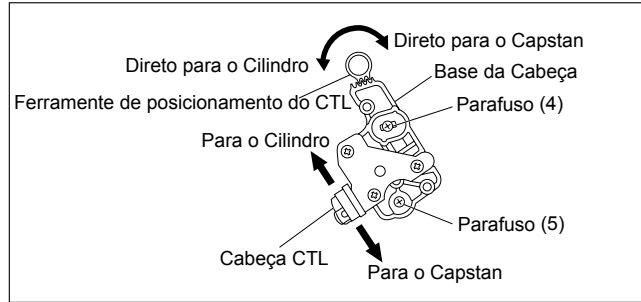

Fig. 2-3-3a
- (1) Reproduza a fita de alinhamento (A1).
- (2) Aplique o sinal de trigger externo a D.FF (E), e observe a forma de onda de FM em V.PB no ponto medida (D).
- (3) Coloque o Vídeo-cassete no modo tracking manual.
- (4) Solte os parafusos (4) e (5), então fixe a cabeça de CTL posicionando a parte mais interna projetada da cabeça de CTL
- (5) Cabeça de C. (Veja Fig.. 2-3-3a.)
- (6) Gire a ferramenta de posicionamento completamente no sentido do Capstan. Então retroceda gradualmente para o cilindro e pare na segunda posição de pico do nível de saída da forma de onda V.PB FM. Em seguida aperte os parafusos (4) e (5). Faça a operação de tracking e tenha certeza que a forma de onda de FM V.PB está a seu máximo.
- Se não estiver no máximo, solte os parafusos (4) e (5), e gire ferramenta de posicionamento da cabeça CTL para trazê-la para uma posição próxima de alcançar a forma de onda máxima. Então aperte os parafusos (4) e (5).